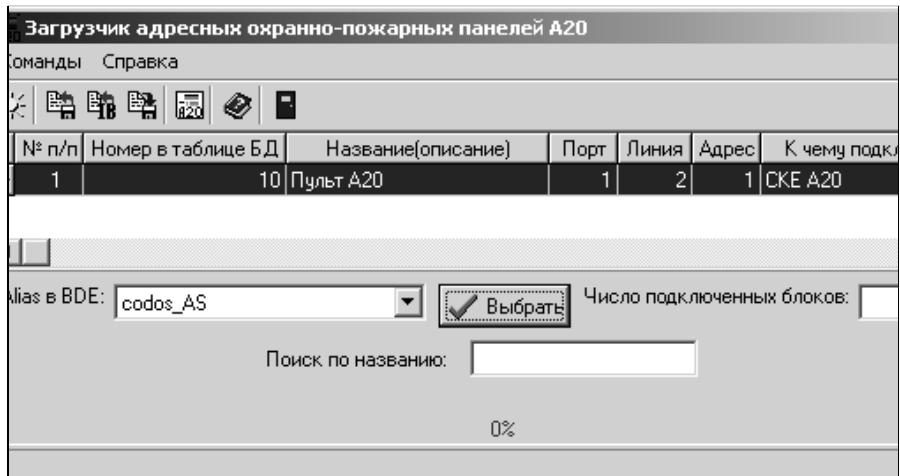
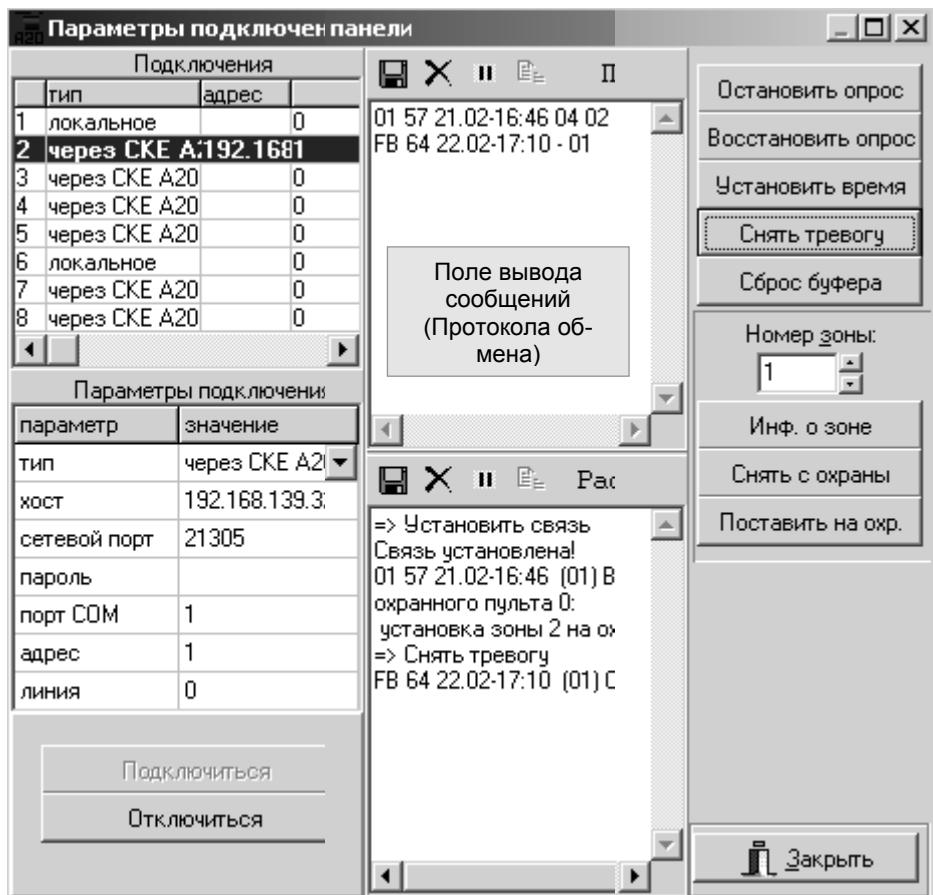

Рисунок 72 – Основное окно программы
Рисунок 75 – Окно «Параметры подключения панели»
Если вся информация не умещается в установленных размерах рабочей области, то перемещаться по таблице можно с помощью полосы прокрутки, расположенной в правой части окна. При большом количестве пультов в списке используется поле ввода «Поиск по названию:» (см. рисунок 72), по мере заполнения которого активной становится первая по порядку запись, чье содержимое в поле таблицы «Название (описание)» совпадает с набранным в поле ввода текстом.
После восстановления связи (появления сообщения в информационном окне **Связь установлена!**) необходимо подтвердить этот факт щелчком по кнопкам **OK** в этом окне и в окне **Параметры подключения панели**. Запуск процесса загрузки информации в прибор А20 начинается автоматически. В Основном окне программы (см. рисунок 72) отображается процесс загрузки: процент выполнения и наименование загружаемых устройств («Читается информация о блоке №...», «Прописывается блок №...» и т.п. – см. рисунок 74).
**тограмме**  **«Проверить связь с панелью».** Появившееся окно «Параметры подключения панели» (см. рисунок 75) по компоновке и возможностям отличается от приведенного на рисунке 73. Пользователь может выбрать нужный Пульт А20 из списка «Подключения», который формируется в ходе работы с «Конфигуратором». При необходимости, способ соединения Пульта А20 с компьютером может быть скорректирован в ручном режиме в поле «Параметры подключения». Номера Адреса, Линии и Порта, если они не изменились, можно взять из активной записи (строки) таблицы основного окна Программы (см. рисунок 72).
Нажатие кнопки **Подключиться** запускает проверку наличия и состояния линии связи с Пультом А20, опрос его буфера, всех адресных блоков и зон (подключенных устройств). Наглядность процесса обеспечивается отображением содержимого буфера Пульта А20 и событий, происходящих в системе, в Поле вывода сообщений (см. рисунок 75).
при нажатии кнопок соответственно (см. рисунок 75).